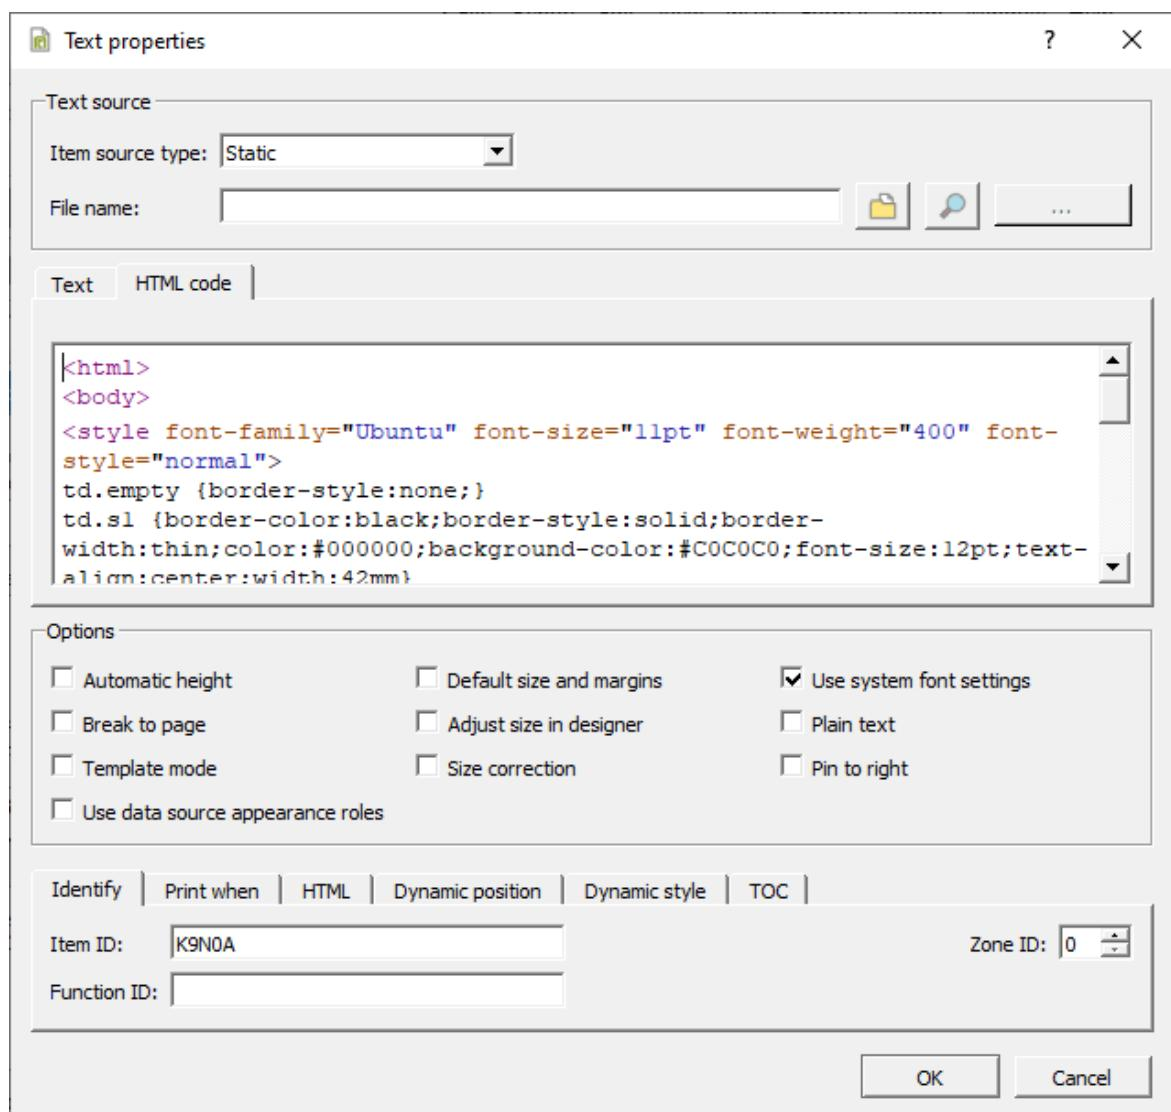

Рисунок 152 - HTML-таблица
3. В области **HTML code** (Рисунок 152) добавьте код: